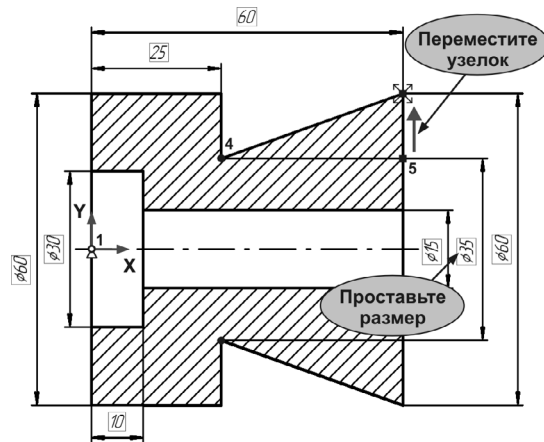

Рис. 66.18.
7. Чтобы задать точную форму конического участка, следует проставить дополнительный параметрический вертикальный размер (рис. 66.18).